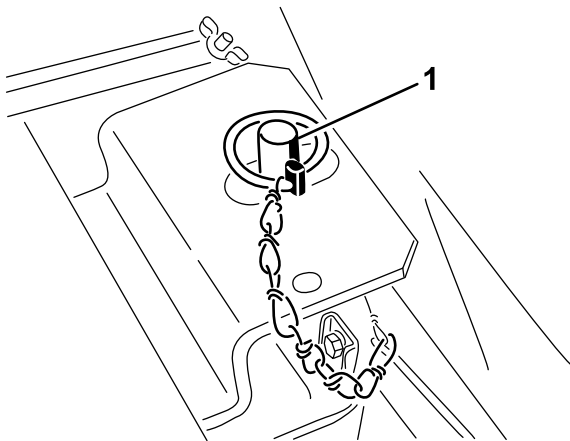

Bild 11
6. Nehmen Sie die Sitzstützstange heraus und drehen Sie diese nach unten. Drehen Sie den Sitz nach unten und drücken Sie den Klappstecker durch Bolzen am Sitzriegel. Legen Sie das Drahtende des Stifts über den Riegelbolzen (Bild 11).
8. Nehmen Sie die Sitzstützstange heraus und drehen Sie diese nach unten. Drehen Sie den Sitz nach unten und drücken Sie den Klappstecker durch Bolzen am Sitzriegel. Legen Sie das Drahtende des Stifts über den Riegelbolzen (Bild 11).